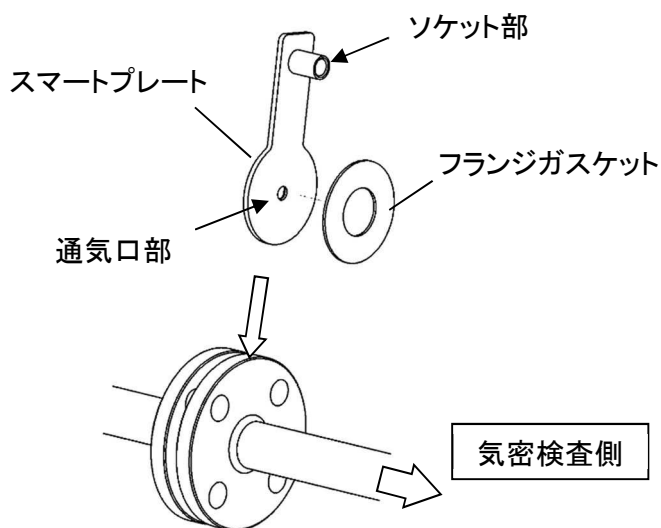

図 4
- (2) スマートプレートの取付けに際しては、通気口側とフランジ面の間に必ずフランジガスケットを入れて配管してください。(図 4 参照)